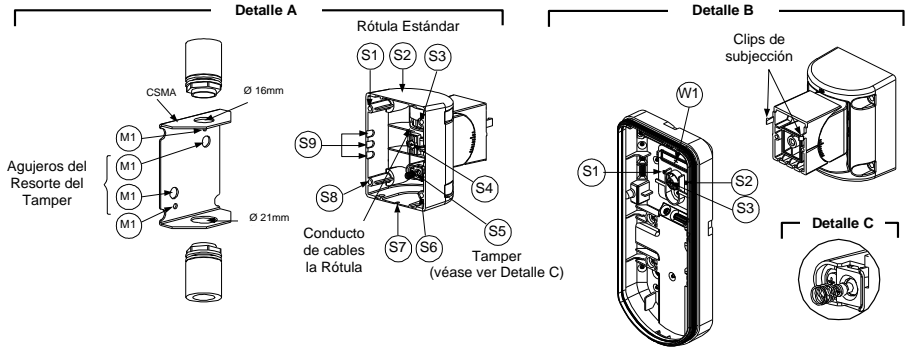

Figura 6
3. Abrir los agujeros pre-marcados en la base externa (Figura 6, Detalle B)
4. En el soporte con rótula giratoria rompa el agujero pre-marcado que necesite para pasar el cableado por la rótula: S2, S7 o S9 (Figura 6, Detalle A).
5. Extraer el tamper posterior de la base interna (ver el apartado "Cambiar la Posición del Tamper Posterior") y conectarlo a S5 (Figura 6, Detalle A) en el Soporte con Rótula Giratoria Estándar.
- a. Pasar el cable externo a través de los agujeros pre-marcados S2, S7 o S9 (incluyendo los cables del tamper) a través del Conducto de los Cables del Soporte con Rótula Giratoria (Figura 6, Detalle B).
Montaje del adaptador a tubo en el Soporte con Rótula Giratoria (usando el Adaptador metálico de tubo del Soporte con Rótula Giratoria - CSMA, Figura 6, Detalle A).
- Introducir los cables externos y los cables del tamper que llegan del tubo eléctrico haciéndolos pasar a través del paso de cables del soporte con rótula giratoria (Figura 6, Detalle A).
El resorte del tamper S5 (Figura 6, Detalle A) debe hacer contacto con la pared a través de los agujeros de los resortes del tamper M2 o M3 en el CSMA. Asegurarse de ello al oír el "Clic" del interruptor del tamper al fijar el dispositivo a la pared.
- Pasar los cables del tamper y los cables de conexión que llegan del Soporte con Rótula Giratoria a través del agujero pre-marcado W1 en la base externa (Figura 6, Detalle B).